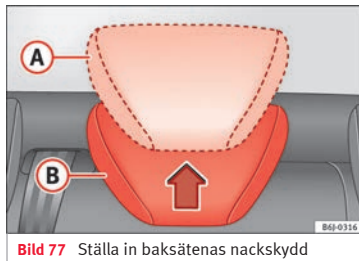

Bild 77 Ställa in baksätens nackskydd
- Uppfällt läge eller användningsläge **A** » **bild 77**. I detta läge används nackskyddet normalt och skyddar tillsammans med säkerhetsbältena bak passageraren i baksätena.
- Viloläge, när inte används **B** » **bild 77**. I detta läget förbättras förarens sikt bakåt.